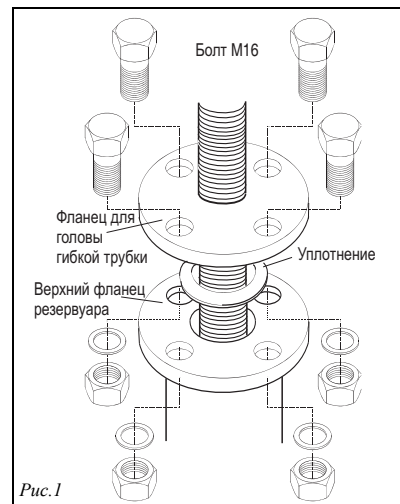

Рис.1
Просим обратить внимание на рекомендованную процедуру монтажа (смотрите рисунок 1).
1. Гибкая трубка и/или зонд подтоварной воды должны быть опущены аккуратно, без излишне большого изгиба и царапания о внутренний край отверстия патрубка. Просим обратить внимание на рекомендованную процедуру монтажа (смотрите рисунок 1).
Гибкая трубка и/или зонд подтоварной воды должны быть опущены аккуратно, без излишне большого изгиба и царапания о внутренний край отверстия патрубка. Просим обратить внимание на рекомендованную процедуру монтажа (смотрите рисунок 1).